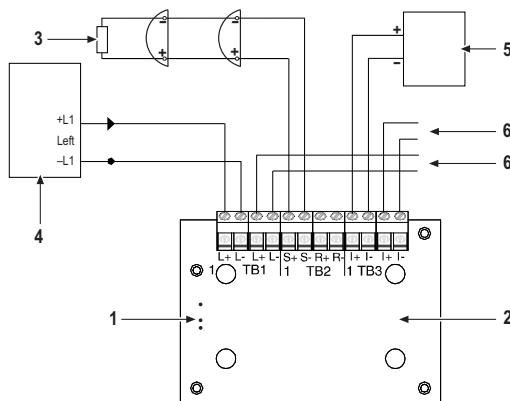

Fig. 4 Diagrama de conexiones simplificado mostrando sirenas conectadas en un circuito derivado.
- 7) Para las configuraciones de cableado típicas del FC410SNM (véase las Fig. 4, 5 y 6).